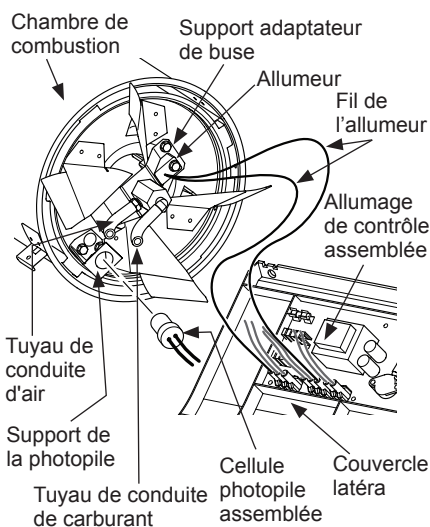

Figure 15 - Débrancher les fils de l'allumeur assemblée de contrôle d'allumage
4. Débrancher les fils de l'allumeur de commande d'allumage de montage (voir figure 15). Tirer les fils allumeur à travers le trou dans la coque inférieure.
5. Débrancher le tuyau de carburant et le tuyau en ligne en ligne de l'air. Retirer cellule photoélectrique de cellule photoélectrique support (voir figure 15).
11. Acheminer les fils allumeur vers le bas à travers le trou dans la coque inférieure. Connecter les fils à l'ensemble de commande d'allumage (voir figure 15, page 70).